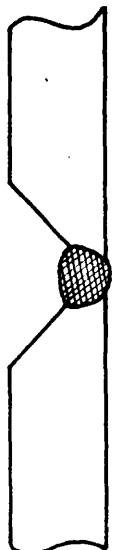

Fig. 2
- 1) El cordón de penetración debe fundir completamente los hombros del chaflán (fig. 2).